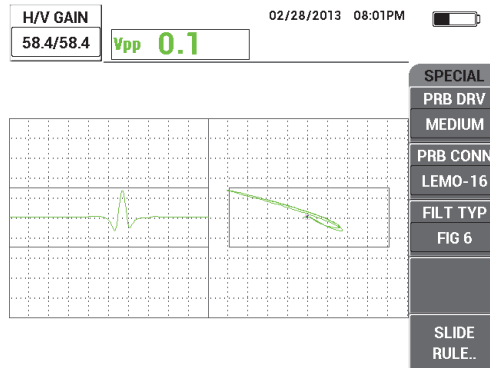

Abbildung 5-65 Einstellen der Verstärkung
7. Drücken Sie die Direktzugriffstaste GAIN (**dB**) und verringern Sie die horizontale Verstärkung bis das Nutsignal sich innerhalb des ersten horizontalen Skalenteils befindet (10 % horizontal) [siehe Abbildung 5-65 auf Seite 188].